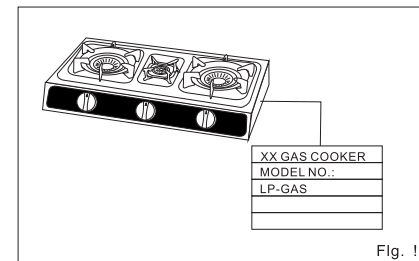

Fig. 1
• N'utilisez pas du gaz différent de l'indiqué dans ce manuel et sur la plaque accrochée à l'appareil (fig. 1). Catégorie de l'appareil : I3B/P, I3+